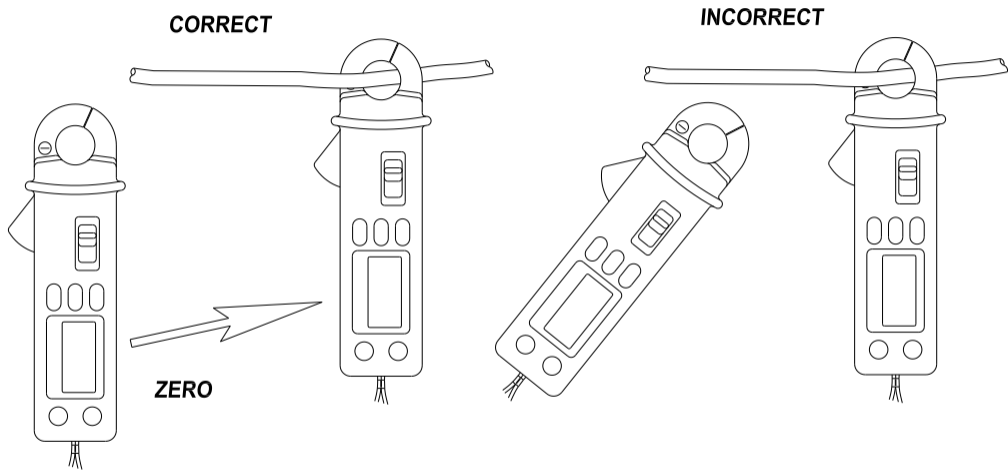

Figure 3
5. Utilisez la fonction zéro pour améliorer la précision des mesures. Il est important de réaliser le zéro dans une position identique à celle utilisée pour les mesures et d'éviter tout champ magnétique externe lors du zéro (voir Fig.3).